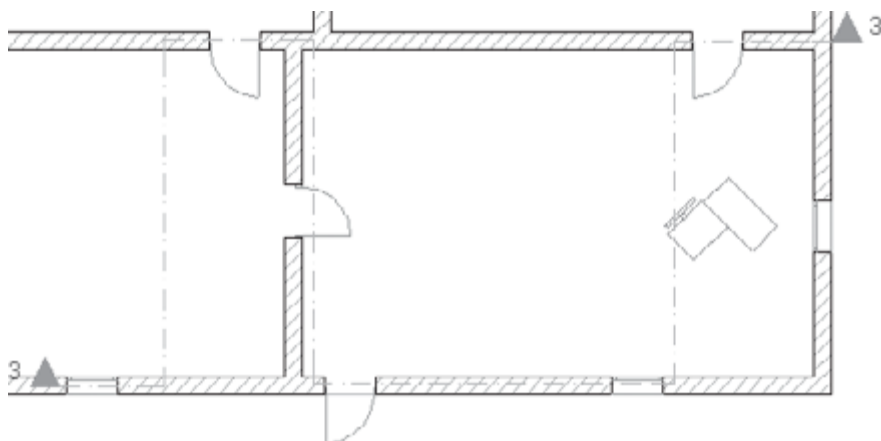

Рис. 11.21. Построение многосегментного сечения
4. Щелчком мыши укажите направление взгляда. Сечение построено (рис. 11.21).